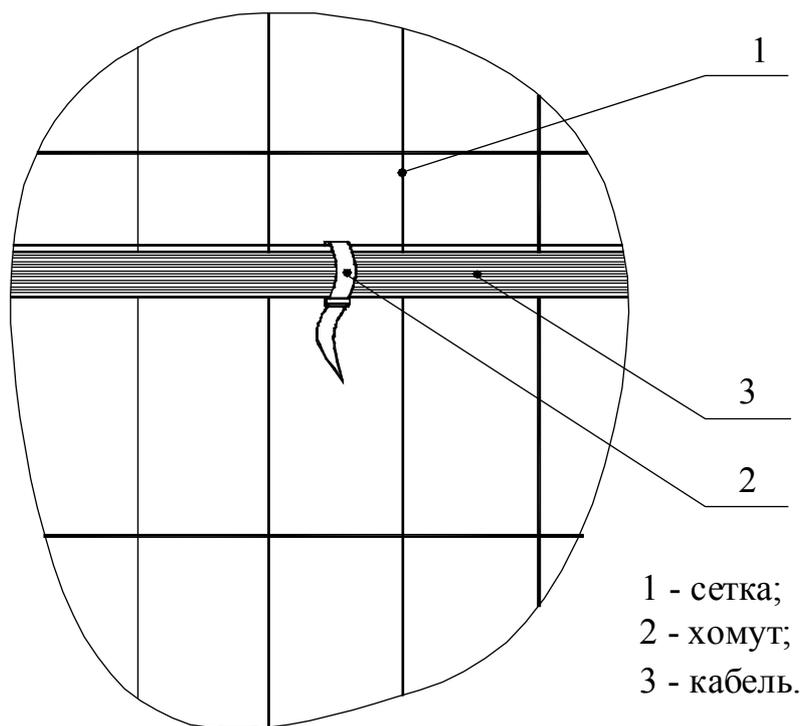

Рисунок 5.5
- 1) взять пластиковую стяжку Ш1ППВ7.02.010 из состава комплекта монтажных частей, завести хомут за кабель и продольную нить СЗ, как показано на рис. 5.5;